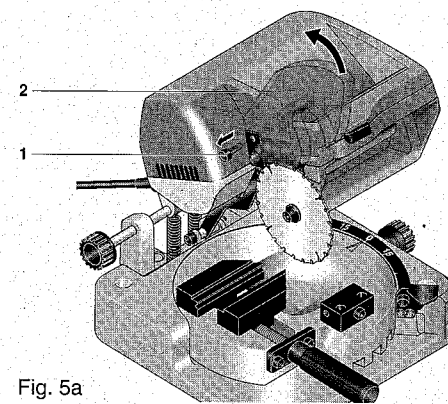

Fig. 5a
8.1 Sägeblatt auswechseln (Siehe hierzu Fig. 5a und 5b)
- Innensechskantschraube 1 im Sägeblattschutz 2 herausdrehen und Sägeblattschutz nach oben klappen, wie in Fig. 5a gezeigt.